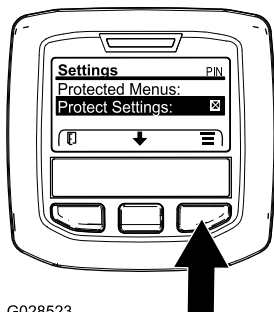

Рисунок 26
1. В MAIN MENU (Главном меню) с помощью средней кнопки прокрутите меню вниз к позиции меню SETTINGS (Настройки) и нажмите правую кнопку (Рисунок 26).